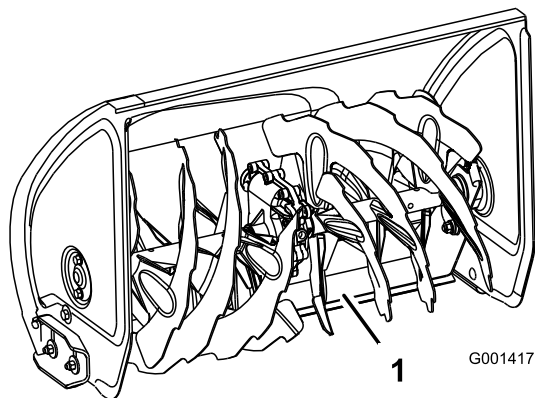

Figura43
4. Apăsați mânerul pentru a permite deplasarea completă în față a screperului pivotant, iar apoi așezați partea frontală a mașinii jos astfel încât marginea frontală a screperului pivotant să intre în contact cu solul (Figura43).